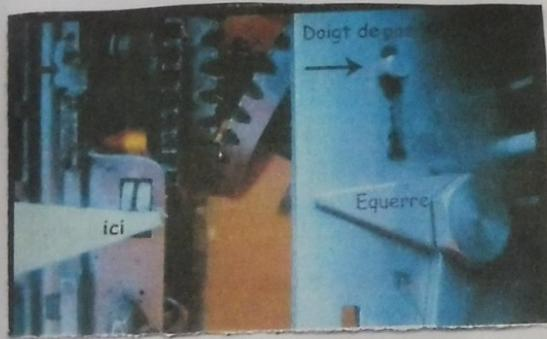

fig 3
Puis à droite du bloc « clavier », outre les 2 tiges de commande à enfiler dans les fentes, bien présenter les doigts de positionnement face aux encoches du châssis. Faire attention à bien placer sous les deux poussoirs l'équerre de renvoi de la commande (9) de relevage des touches (**fig 3**).